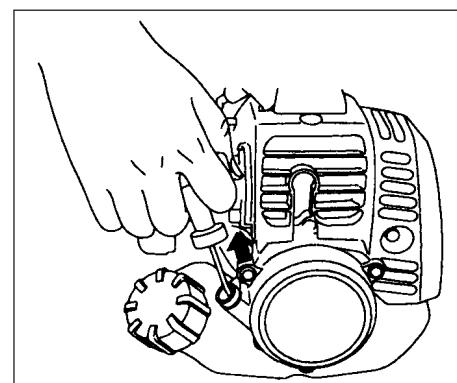

Fig. 2-3B
4. Træk rekylstarteren kvikt, sørg for godt greb i håndtaget, så det ikke smutter tilbage. (Fig. 2-3B)